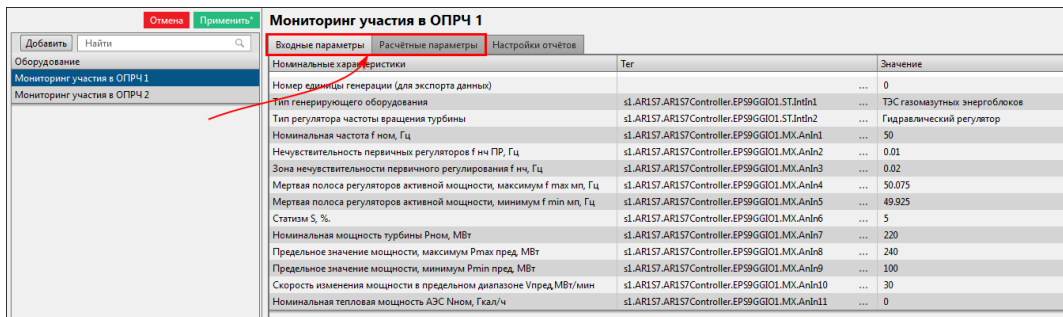

Рисунок 343 - Входные и расчетные параметры
- Для каждого объекта участия в ОПРЧ назначены **Входные параметры** и **Расчетные параметры** на соответствующих вкладках (Рисунок 343). Теги к параметрам создаются и привязываются